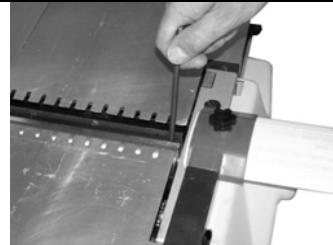

Рис.12
13.2. Ослабьте винты крепления прижимной пластины вращением их по часовой стрелке ключом. Аккуратно извлеките прижимную пластину вместе с ножом из гнезда строгального вала. Очистите прижимные пластины, гнезда прижимных пластин и строгальные ножи от опилок и пыли. Осмотрите строгальные ножи, прижимные пластины и винты. При наличии повреждений детали следует заменить. Ножи и прижимные пластины аккуратно установите в пазы строгального вала, вращая винты крепления прижимной пластины против часовой стрелки, Рис.12, 13.
13.3. Отрегулируйте положение режущей кромки строгальных ножей относительно плоскости приемного стола. Установите строгальный нож режущей кромкой в плоскости приемного стола, но не выше 0,1 мм. Положение надёжно закрепите винтами прижимной пластины, начиная от середины строгального ножа, Рис.12, 13.